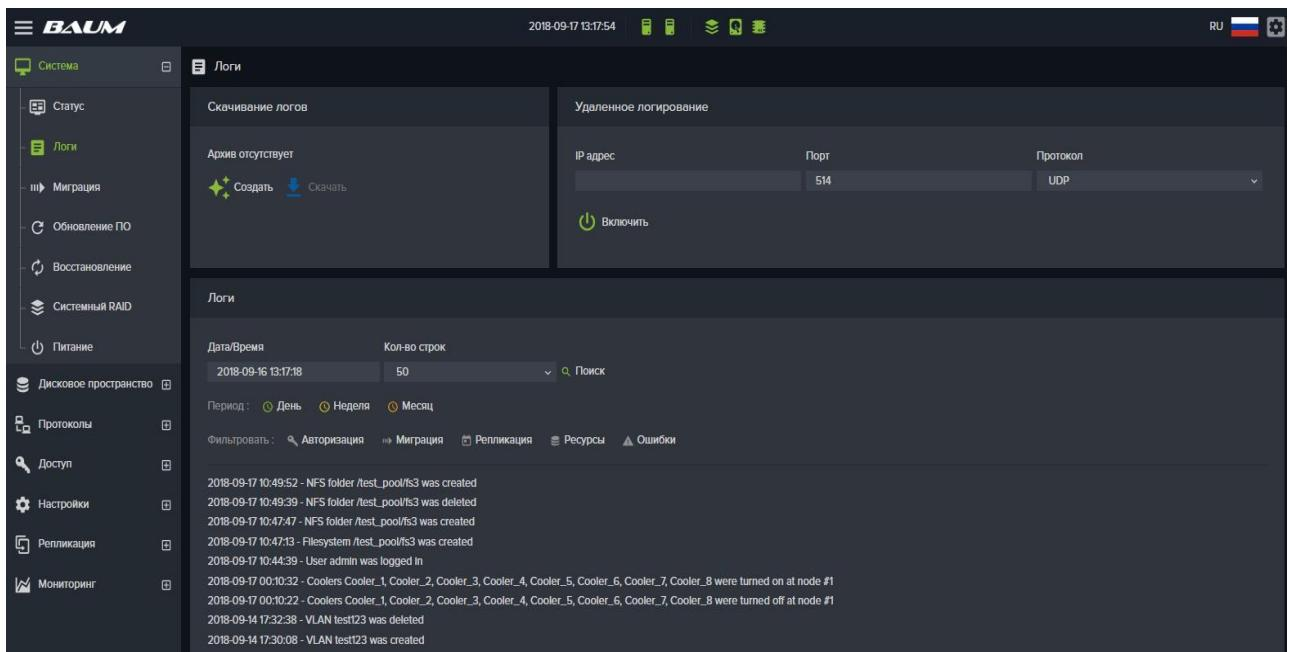

Рисунок 116 – Системные записи
На вкладке меню «Система» → «Логи» выводятся системные записи (см. Рисунок 116).
1. Перейдите на вкладку меню «Система» → «Логи» (см. Рисунок 116).